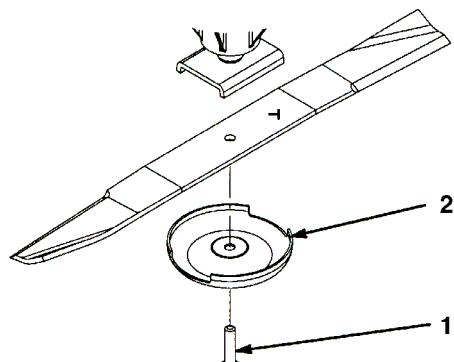

図13
2. ぼろきれや厚いパッドの入った手袋を使ってブレードの端部をしっかりと握る。スピンドルのシャフトからブレード・ボルト、芝削り防止カップ、ブレードを取り外す(図13)。
3. ブレードを取り付ける時は、セール(立ち上がり正在する部分)がカッティング・デッキの天井を向くように取り付け、芝削り防止カップをつけてブレード・ボルトで固定する(図13)。各ブレード・ボルトを 85~110 ft.-lb (115~150 N·m = 11.8~15.2 kg.m) にトルク締めする。